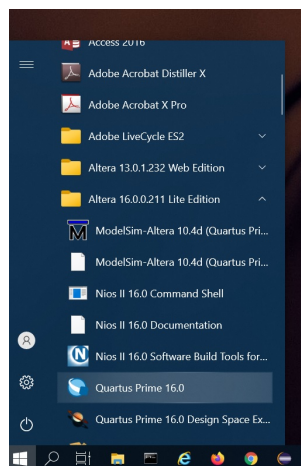

Figura 2: *Quartus Prime* en el menú de Inicio de Windows
1. En el menú de inicio de Windows seleccione la carpeta “Altera 16.0.0.211 Lite edition” y haga *click* con el ratón sobre la entrada “Quartus Prime 16.0” (vea la Figura 2).